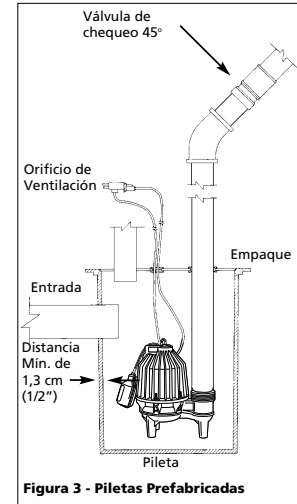

Figura 3 - Piletas Prefabricadas
- Esta bomba tiene un interruptor/ flotante desmontable con un enchufe incorporado (vea la figura 3). La longitud del cordón entre el flotante y la abrazadera no debe ser menos de 8,25 cm (3-1/4") y no se debe usar en una pileta de menos de 35,6 cm (14") de diámetro. Si va a usar un diferencial diferente al fijado de fábrica, cerciórese de que cuando la bomba se apague todavía haya por lo menos 10,2 cm (4") de agua en la pileta de modo que el impulsor permanezca sumergido.